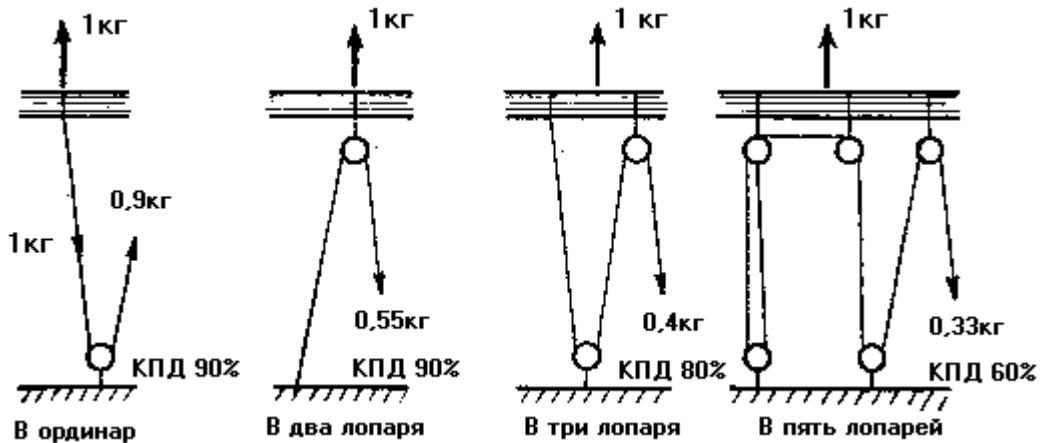

Рис. 44. Некоторые способы проводки гика-шкотов
**Блоки** служат для облегчения работы с бегучим такелажем и изменения направления тяги. Неподвижный блок не дает выигрыша в силе и служит лишь для изменения ее направления. Подвижной блок дает выигрыш в силе примерно вдвое, но для перемещения груза требует вдвое больше снастей, чем потребовалось бы без блока. Для определения выигрыша в силе, который дают тали считают, сколько снастей держит груз. Сколько таких снастей — **лопарей**, таков примерно и выигрыш в силе. Различные виды талей показаны на **рис. 44**. Сколько лопарей в талих, во столько раз длиннее надо взять конец для образования талей.
Коэффициент полезного действия блока (к. п. д.) тем меньше, чем больше трение шкива по оси и о щеки, больше перегиб троса и трение самого троса. При нормальной конструкции и размерах блока его к. п. д. составляет около 90%; значит, сила на ходовом конце на 10% больше, чем на коренном. Если тали сложной конструкции, то потери довольно велики: в частности, на талах в три лопаря (рис. 44) на ходовом конце надо прилагать силу не 0,33 кг, а примерно 0,41 кг, а при пяти лопарях—не 0,2 кг, а 0,34 кг, т. е. на 70% больше теоретической силы.